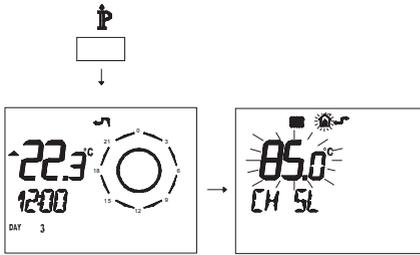

Рис. 5.55
- Нажмите и удерживайте 3 секунды кнопку **P**, чтобы войти в режим **INFO** (Рис. 5.55).